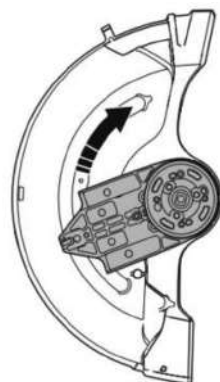

Рис. 13
- Поверните корпус подшипника в противоположном направлении и соберите стопор (рис. 13).